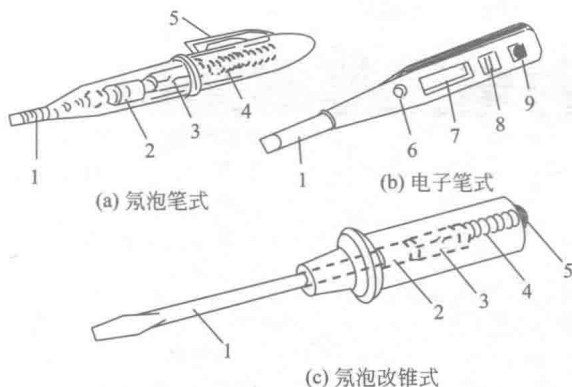

图 1-1 常用验电笔
(1) 低压验电器 简称电笔。有氖泡笔式、氖泡改锥式和感应(电子)笔式等。其外形如图 1-1 所示。